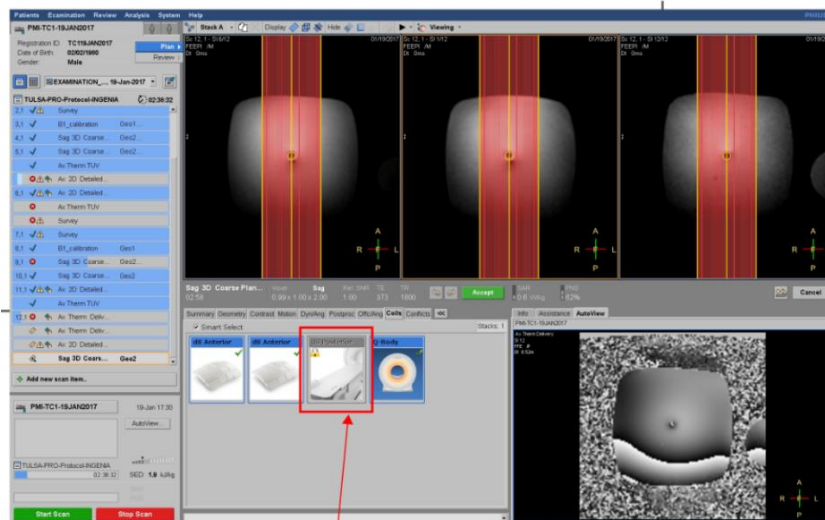

Abbildung 42: Abkoppeln der hinteren Spule
- Öffnen Sie eine Sequenz, und navigieren Sie zur Registerkarte „Spulen“, um zu bestätigen, dass die hintere Spule abgekoppelt ist. Die dS Hintere Spule sollte ausgegraut sein und ein kleines Schloss anzeigen (Abbildung 42).